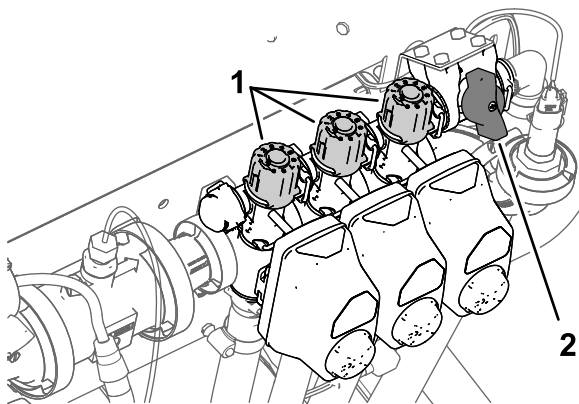

Figure 33
- Désactivez la section gauche et réglez le bouton de dérivation de section (Figure 33) jusqu'à ce que le débit affiché corresponde au précédent selon le tableau.
- Régalez le bouton de dérivation de la section droite (Figure 33) jusqu'à ce que le débit indiqué corresponde au précédent selon le tableau.
- Régalez le bouton de dérivation de la section centrale (Figure 33) jusqu'à ce que le débit indiqué corresponde au précédent selon le tableau.